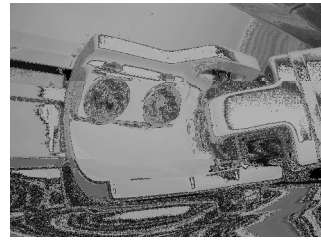

Bild 4
2. Die Lage der beiden Fallstangenhalter (**Bild 4**) mit einem Bleistift o. ä. markieren.
5. Die Muttern beider Fallstangenhalter lösen (SW 10) (**Bild 4**).
8. Mit der Justierschraube am Fallstangenhalter (SW 13) lässt sich, falls erforderlich, die Höhe der Fallstange im Verhältnis zum Kastenprofil geringfügig verstellen. (Linksdrehung = niedriger und Rechtsdrehung = höher). Dazu ist vorher die Kontermutter (SW 17) an der Justierschraube oben zu lösen (**Bild 4**).